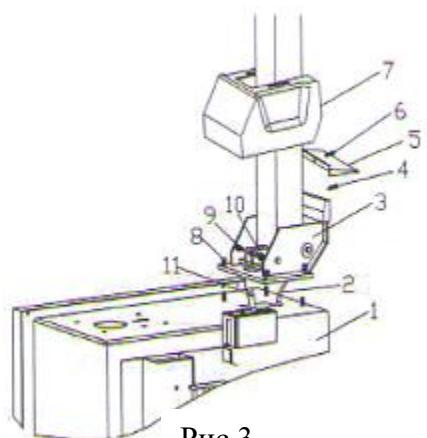

Рис.3
- 2) Установить колонну (принадлежности см. на чертежах деталировки) (3, рис. 3) в квадратное отверстие корпуса (1, рис. 3) станка с 4 винтами M12, пропустить воздушный шланг (2, рис. 3) через отверстие в колонне. Затянуть 4 контргайки (8, стр. 3).
- 3) Вставить винт (9, рис. 3) в отверстие колонны и соединить его со штоком цилиндра поворота колонны (11, рис. 3), затянуть соединение контргайкой (10, рис. 3).
- 4) Открутить два винта крепления левого кожуха и снять кожух, подключить шланг подачи воздуха (2, рис. 3) к 5-ходовому клапанному блоку. Зафиксировать кожух.
- 5) Установить пластиковый кожух (7, рис. 3) и закрепить его двумя болтами (4, рис. 3).
- 7) Установить задний пластиковый кожух (5, рис. 3) на колонну и закрепить его винтом (6, рис. 3).